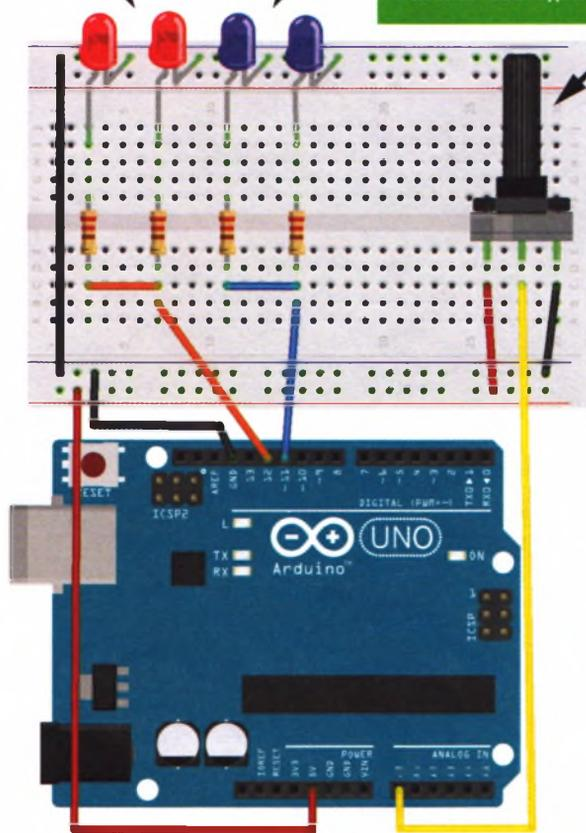

РИСУНОК 4.3
5. Убедитесь, что ваша цепь соответствует схеме на рис. 4.3, а затем загрузите в память Arduino код скетча, приведенный в разделе «Скетч» далее в этом проекте.